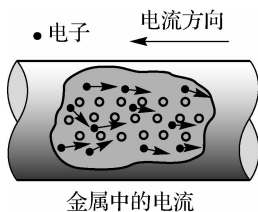

图 3-16 电流的方向
(2) 电流的方向。正电荷移动的方向为电流的方向,与电子的移动方向相反,如图 3-16 所示。